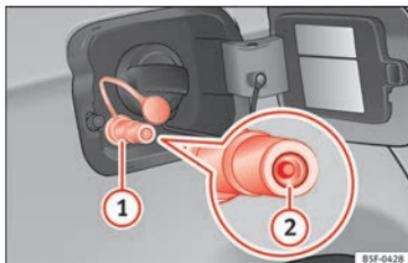

Fig. 246 Trappe à carburant ouverte : goulot de remplissage de gaz ①, serrure du goulot de remplissage ②.
- Enlevez le bouchon du goulot de remplissage de gaz » » » **fig. 246 ①**.